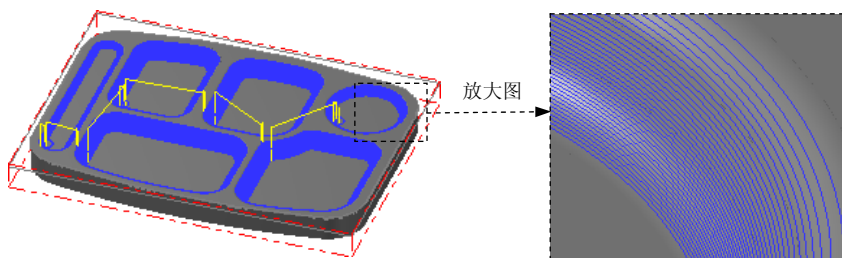

图 1.24 刀具路径
(1) 在“曲面精加工等高外形”对话框中单击**等高外形精加工参数**选项卡, 在**Z 轴最大进给量**文本框中输入值 0.2; 在**两区段间的路径过渡方式**区域选中**沿着曲面**单选项和**✓****切削顺序最佳化**复选框。
(2) 选中**✓****旋式下刀**复选框, 单击该按钮, 在系统弹出的“螺旋下刀参数”对话框的**半径**文本框中输入 6, 在**Z方向开始螺旋位**文本框中输入 2, 单击**✓**按钮返回到“曲面精加工等高外形”对话框。
Step9. 单击“曲面精加工等高外形”对话框中的**✓**按钮, 完成加工参数的设置, 此时系统将自动生成图 1.24 所示的刀具路径。